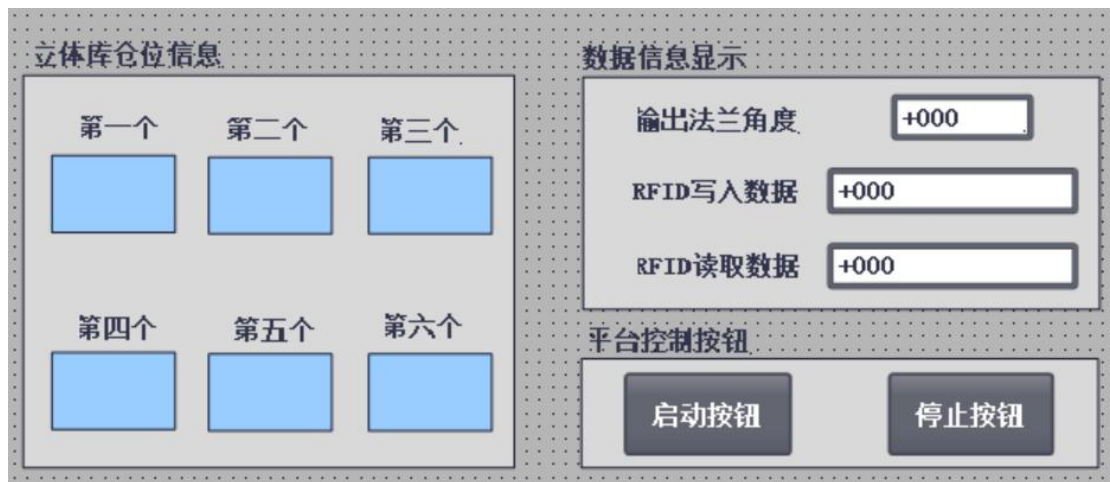

图 5 HMI 控制界面
打开 PLC 编程软件，对 PLC、HMI 和 RFID 进行组态及编程，绘制 HMI 画面并配置相关变量，实现 HMI 上正确启动和停止机器人，正确显示立体库仓位信息、RFID 读写数据，如图 5 所示。
3. PLC 组态及编程：打开 PLC 软件，对 PLC、HMI 和 RFID 进行组态，编写 PLC 程序，建立机器人与 PLC、变位机、立体库仓位信息的通信，编写 RFID 程序，编制 HMI 画面，在 HMI 画面中正确显示输出法兰角度信息、RFID 数据、仓位信息（如图 5 所示）。
① 系统初始复位：将工业机器人手动操作至非原点位置，手动将直口手爪工具安装在工业机器人末端，变位机处于非水平位置状态，手动将上料单元推料气缸伸出，手动将装配模块上定位气缸伸出，按下工业机器人示教盒程序启动按键（之后禁止对示教器进行任何操作），工业机器人自动将直口手爪工具放置到快换装置上使工业机器人末端无工具，然后返回至工作原点（关节坐标系工作原点位置为 $[0^\circ, -20^\circ, 20^\circ, 0^\circ, 90^\circ, 0^\circ]$ ）；变位机由非水平状态复位到水平状态（即上下料状态），上料单元推料气缸缩回，装配模块上定位气缸缩回，输送带上没有减速机工件，HMI 上输出法兰角度信息和 RFID 数据清零。
② 关节底座装配：按下 HMI 启动按钮，工业机器人自动抓取弧口手爪工具并返回原点，然后机器人抓取立体库上关节底座工件，将关节底座搬运至 RFID 模块上进行数据写入，并在 HMI 上显示写入数据，再将关节底座搬运到处于水平状态变位机上的定位模块上，定位气缸伸出固定关节底座工件，完成关节底座的装配；
③ 变位机旋转至背向机器人一侧：关节底座装配完成后，变位机自动背向机器人一侧翻转 20° ，使变位机处于电机装配状态。
④ 电机零件装配：机器人自动更换合适的工具，从立体库中正确抓取电机